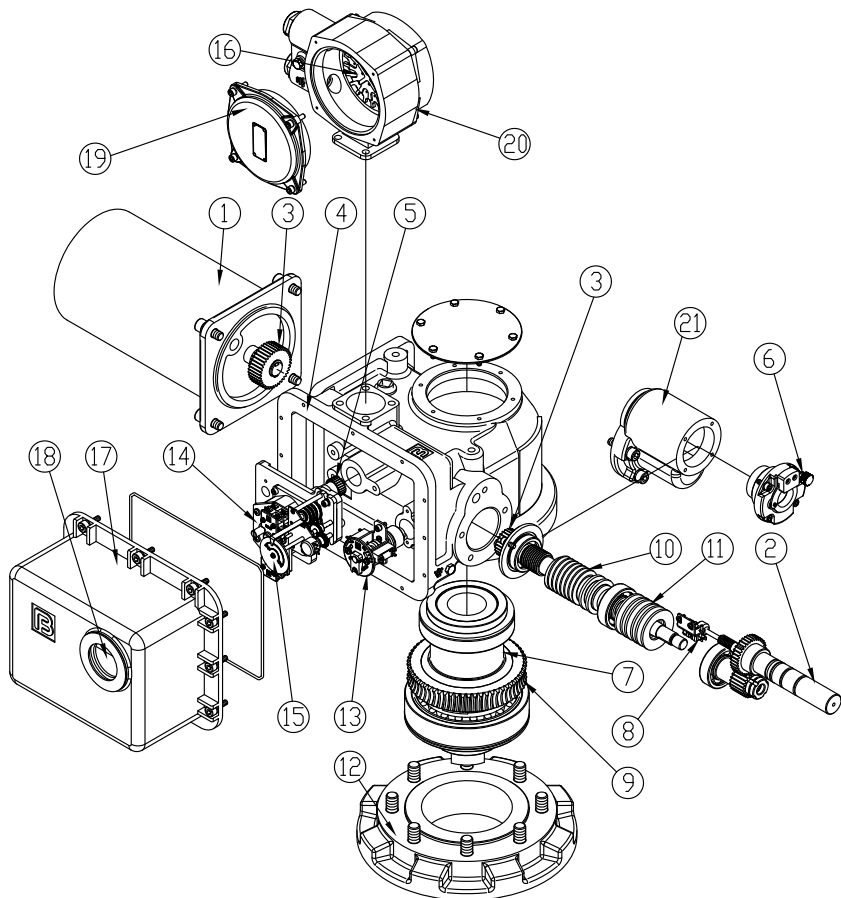

Рис. 5 Электроприводы типа ГЗ-ВВ, ГЗ-ВГ, ГЗ-ВД
## **2.2. Электроприводы типа ГЗ-ВВ, ГЗ-ВГ, ГЗ-ВД (рис. 5)**
Электроприводы типа ГЗ-ВВ, ВГ, ВД имеют идентичную конструкцию. Корпус (4) (рис. 5) – литой, к корпусу крепятся редуктор маховика ручного дублёра (21), электродвигатель (1), взрывозащищенная клеммная коробка (19, 20), монтажный фланец (12). В корпусе установлены червячный редуктор (9, 10) с тарельчатыми пружинами (11), выходной вал (7), двухсторонняя муфта ограничения крутящего момента (13), ограничитель хода выходного вала (14) и индикатор положения затвора арматуры (15).